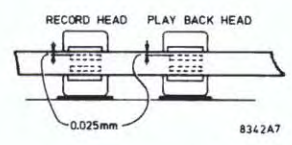

Fig. 13
c. Kophoogte-instelling (Fig. 13)